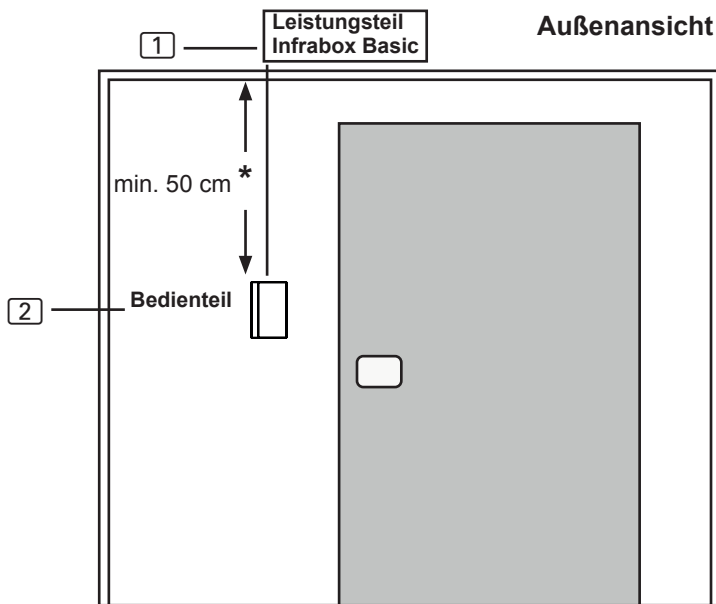

Abb.2 Position Bedienteil
Das Bedienteil [2] der Infrarotsteuerung wird an der Kabinen-Außenwand im maximalen Abstand von 10 Metern zum Leistungsteil [1] montiert (siehe Abb. 2). Für die Montage wird beispielsweise eine handelsübliche Stichsäge benötigt um die Ausnehmung für das Bedienteil zu schneiden. Das Bedienteil kann sowohl in der Kabine als auch außerhalb der Kabine montiert werden.
*Bei Montage innerhalb einer Saunakabine ist ein Mindestabstand von 50 cm zur Kabinendecke einzuhalten (siehe Abb.2 Position Bedienteil auf Seite 11).